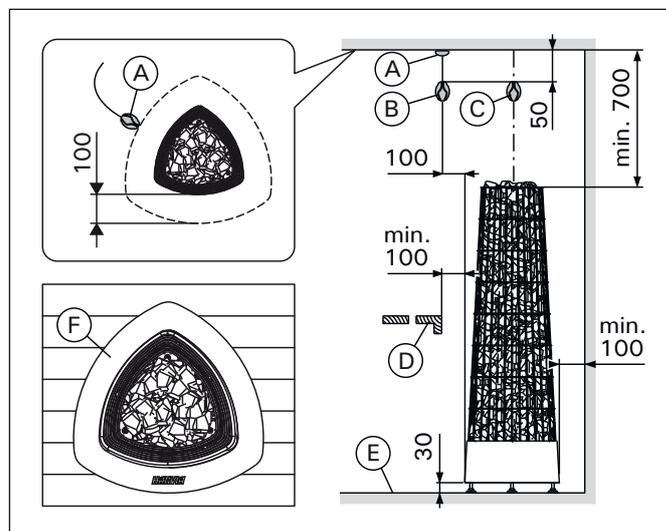
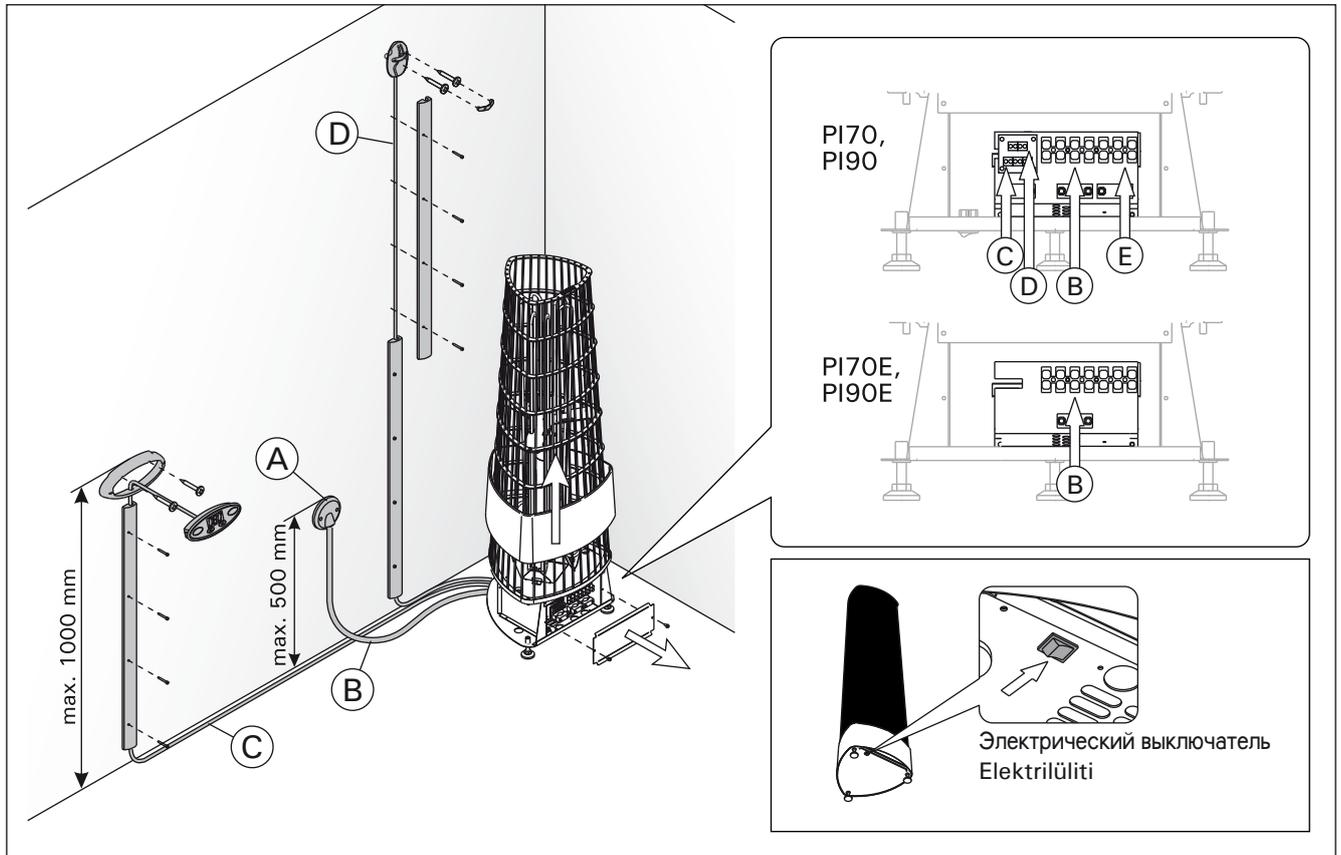

Рисунок 6. Расположение и безопасные расстояния (все размеры приведены в миллиметрах)
Рисунок 7. Разъемы нагревателя
Элементы, представленные на рис. 6:
Разъемы нагревателя (рис. 7):
- Каменка гибким проводом подсоединяется к соединительной коробке (рис. 7: A) в стене сауны. Соединительная коробка должна быть брызгозащищенной и находиться на расстоянии не более 500 мм от пола.
- В качестве кабеля (рис. 7: B) следует использовать резиновый кабель типа HO7RN-F или подобный. **ВНИМАНИЕ! Использование изолированного ПВХ кабеля запрещено вследствие его разрушения под воздействием тепла.**
- **PI:** Установите датчик на стену сауны, как показано на рис. 6. Вставьте кабель датчика в разъем нагревателя по принципу цветового соответствия (рис. 7: D).
- **PI-E:** Установите датчик на стену сауны, как показано на рис. 6.
Внимание! Не устанавливайте датчик на расстоянии менее 1000 мм от ненаправленного вентилятора или на расстоянии менее 500 мм от вентилятора, действующего в направлении от датчика. См. рис. 6. Поток воздуха вблизи датчика охлаждает датчик и приводит к неточности показаний устройства управления. В результате возможен перегрев каменки.
Закрепите панель управления следующим образом (см. рис. 7):
4. Вставьте свободный конец кабель управления в разъем нагревателя по принципу цветового соответствия (рис. 7: C).